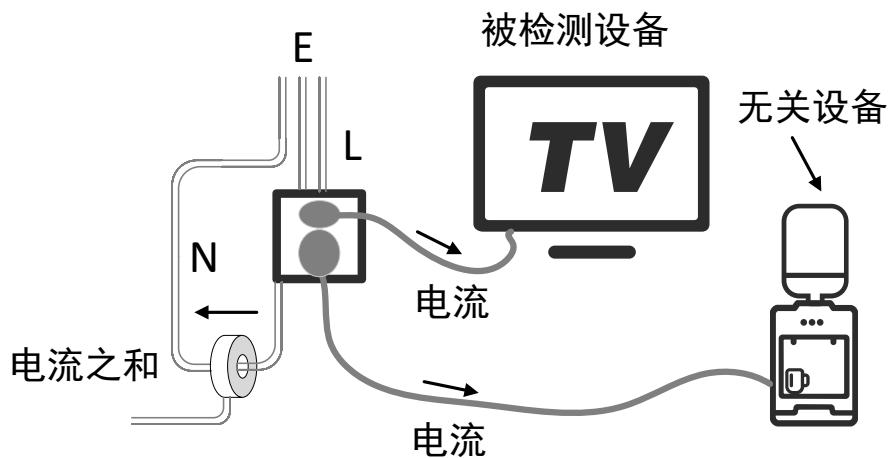

图 0-26 造成互感器检测错误
- b、检查互感器是否同时穿过零线和火线，若零线和火线同时穿过互感器，因电流之和为零，将没有检测值或显示 0.1 ~0.5W。请参考 图 0-26 造成互感器检测错误。